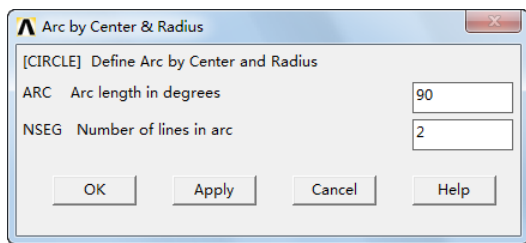

图 11-72 “Area by Center & Radius”对话框
⑰单击“OK”按钮，会弹出“Arc by Center & Radius”对话框，如图 11-72 所示，在“ARC Arc length in degrees”输入框输入 90，在“NSEG Number of lines in arc”输入框输入 2，单击“OK”按钮关闭该对话框。